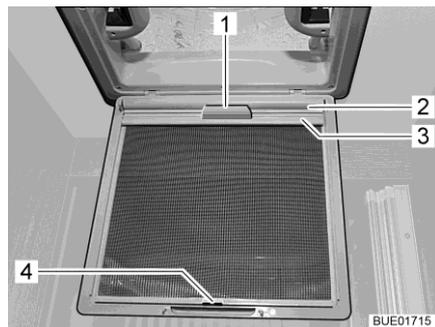

Fig. 113 Oscurante a rullo (oblò)
- Estrarre l'oscurante a rullo (Fig. 113,2) agendo sulla maniglia (Fig. 113,1) e agganciare il listello di supporto (Fig. 113,3) nel gancio (Fig. 113,4) della protezione contro gli insetti.
- Staccare il listello di supporto (Fig. 113,3) dal gancio (Fig. 113,4) e tirare indietro lentamente l'oscurante a rullo (Fig. 113,2) agendo sulla maniglia (Fig. 113,1).